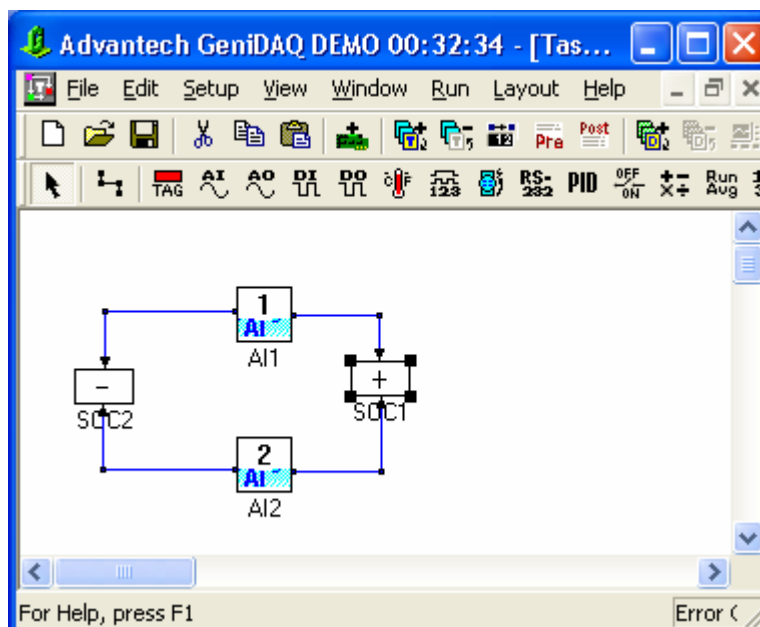

Рис. 4.41. Просмотр порядка выполнения функциональных блоков стратегии
9. *Девятое действие.* Посмотрите порядок выполнения функциональных блоков стратегии. Для этого включите команду **View | Order Layout** и на пиктограммах блоков аналогового ввода **AI1** и **AI2** будут показаны номера, определяющие порядок исполнения блоков в стратегии (рис. 4.41).